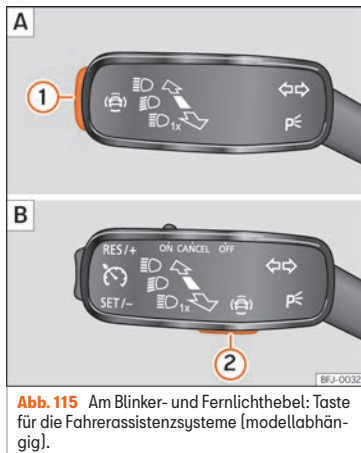

Abb. 115 Am Blinker- und Fernlichthebel: Taste für die Fahrerassistenzsysteme (modellabhängig).
- Taste »» **Abb. 115**  oder  kurz drücken, um das Menü **Assistenten** aufzurufen.